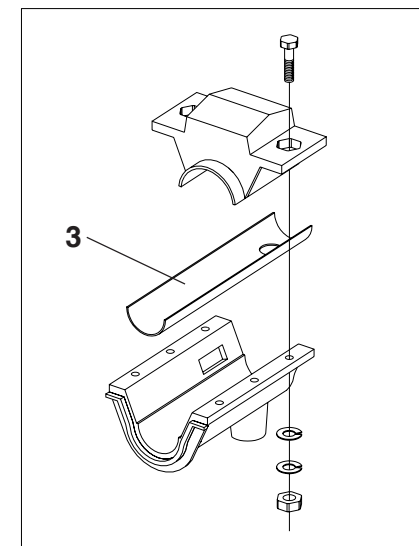

FIGURAS 43
SISTEMA DE ADUBO DEPÓSITO METÁLICO E INOX (FIGURAS 43)
2 - Solte as porcas e arruelas (1) somente do lado externo da semeadora, puxe o cubo com o eixo completo (2), girando-o para facilitar a retirada **detalhe "A"**. Verifique as canaletas de pvc (3), se apresentarem desgastes, trocá-las. (**FIGURAS 43**)
3 - Proceda a limpeza nos depósitos e também nos eixos e em seguida lave-os com água corrente. Monte novamente os eixos observando a montagem correta do conjunto da canaleta, pois os orifícios de saída do adubo tanto da canaleta como da bica devem coincidir conforme (**FIGURAS 43**).